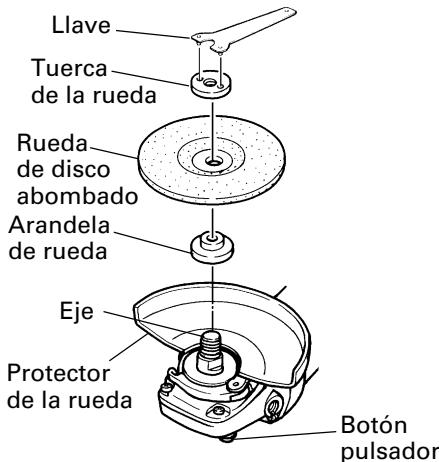

Fig. 5
Cerciórese de que el botón pulsador esté desenganchado presionándolo dos o tres veces antes de conectar la alimentación de la amoladora. (Fig. 5)
- (1) Dé la vuelta a la amoladora de forma que el eje quede encarado hacia arriba.
- (2) Alinee la distancia entre caras de la arandela de rueda con la parte muescada del husillo, y después fíjelas.
- (3) Fije la parte saliente de la rueda de disco abombado en la arandela de la rueda.
- (4) Atornille la rueda en el eje.
- (5) Presionando el botón pulsador con una mano, bloquee el eje girando lentamente la rueda de disco abombado con la otra mano.
- Apriete la tuerca de la rueda utilizando la llave suministrada como se muestra en la Fig. 5.